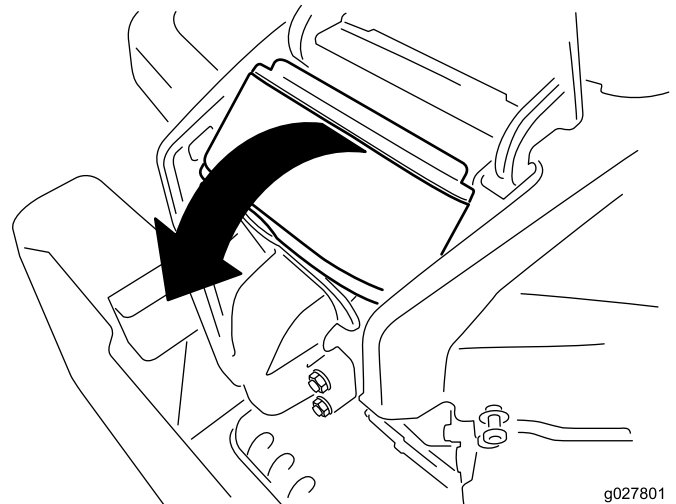

Bild 36
4. Heben Sie die Abdeckung an und drehen den Luftfilter aus dem Motor (Bild 36).